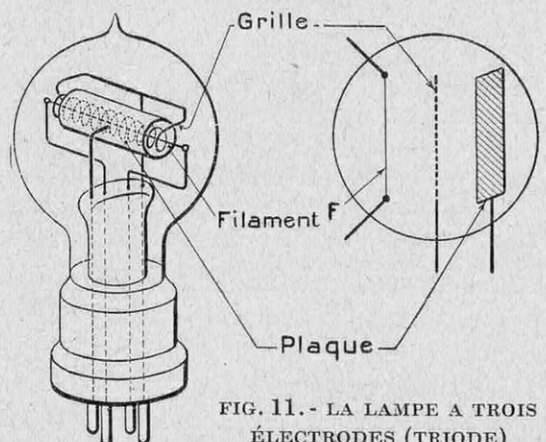

FIG. 11. — LA LAMPE A TROIS ÉLECTRODES (TRIODE)
comporte naturellement quatre broches (fig. 11) On conçoit tout de suite — ce qui ne nous empêchera pas de préciser ce point dans quelques instants — que la tension grille-filament agira sur l'émission thermo-électronique du filament bien plus efficacement que la tension plaque-filament, puisque la grille est *plus rapprochée* du filament que la plaque : c'est ainsi qu'une variation d'un volt dans la tension grille-filament pourra fort bien avoir le même effet qu'une variation de 10 volts dans la tension plaque-filament.
Signalons, en passant, qu'on améliore l'appareil en le munissant d'une seconde grille ou grille auxiliaire, comme l'a proposé l'Allemand Schottky en 1918 : c'est la lampe *bigrille*, qui ne fait appel à aucun phénomène nouveau (2). La grille auxiliaire est dite « neutralisatrice » (3), lorsqu'on la dispose entre f et g (fig. 11) ; dans le cas contraire, elle est dite « protectrice ».
(1) On pourra se reporter à ce que nous avons dit sur l'amplification dans le n° 125 de *La Science et la Vie*, p. 362-363.
(2) Il y a naturellement cinq broches, au lieu de quatre (fig. 11).
(3) Elle neutralise l'influence gênante des électrons qui avoisinent le filament.
(4) C'est-à-dire des courants alternatifs de haute fréquence.